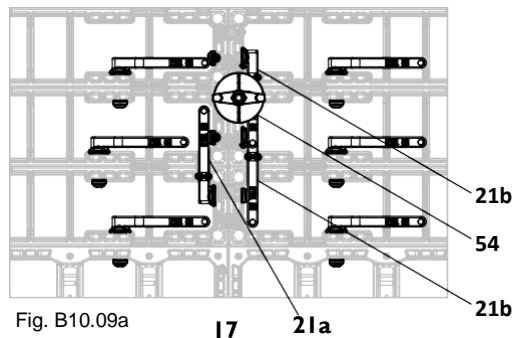

Fig. B10.09a
Свържете с шпилки DW 15 (54) средния елемент DFP. (Fig. B10.09a)